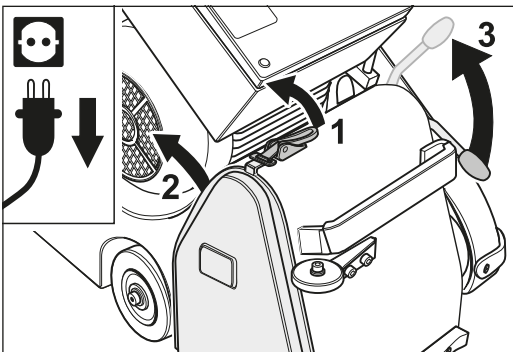

Fig. 26 Déverrouillez le couvercle, retirez la tôle de recouvrement et tirez sur le levier de commande pour abaisser le tambour tendeur.
- 3 Déverrouillez le couvercle et retirez la tôle de recouvrement située sur le côté droit du boîtier de la machine (fig. 26).
- 4 Tirez sur le levier de commande du dispositif (situé en face). Le tambour tendeur descend (fig. 26).